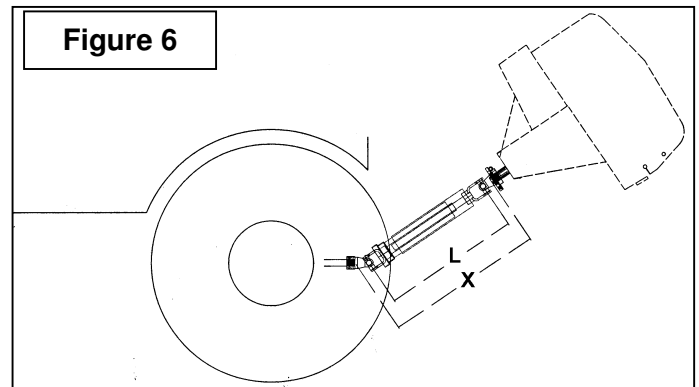

Figure 6
1. Pour déterminer la longueur "L" de votre modèle de tracteur, il faut d'abord trouver le facteur "X" en mesurant la distance horizontale entre le bout de l'arbre de commande du tracteur et le bout de l'arbre entraîné lorsque la souffleuse est en position de transport tel qu'illustré à la Figure 6.